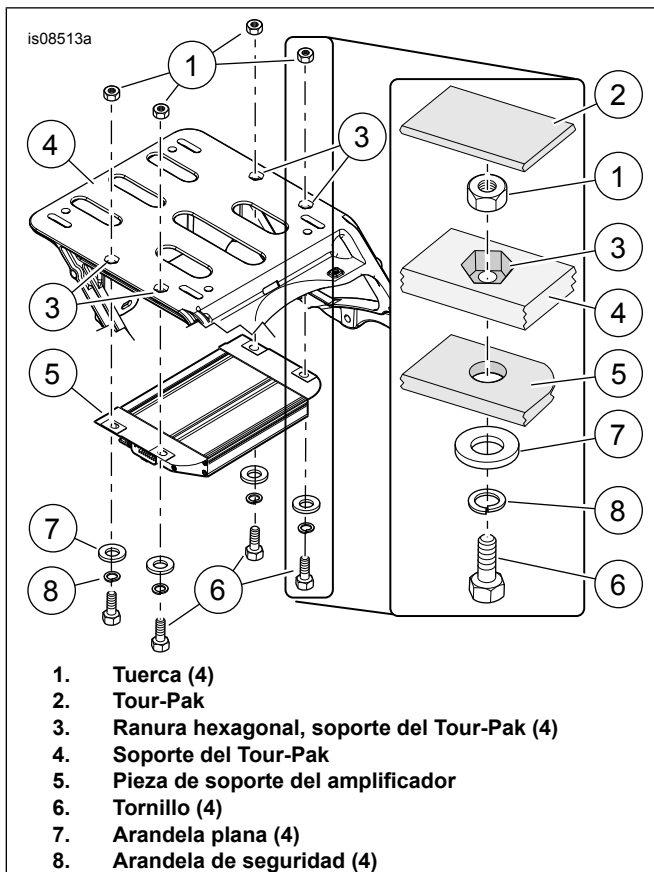

Figura 2. Instalación del amplificador
Vea Figura 2. Coloque tuercas hexagonales (1) en las ranuras hexagonales (3) del soporte del Tour-Pak (5).